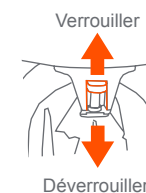

Fig. 15b
- Levez le levier roue pour engager le verrou et poussez le levier vers le bas pour dégager le dispositif de verrouillage (Fig. 15b).